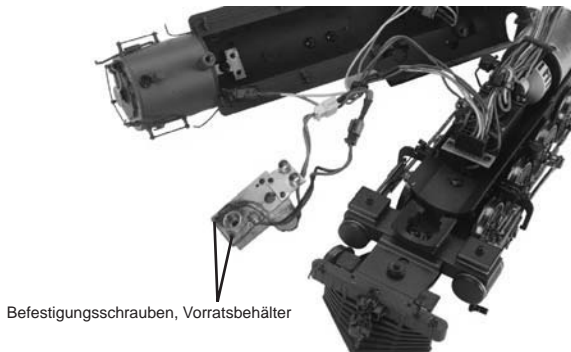

Abb. 18
1. Ist der Kessel abgebaut, entfernen Sie den Wartungsdeckel (siehe Abbildung 18) und prüfen Sie das Dochtmaterial; ist es dunkel verfärbt und verhärtet, muss es ersetzt werden.